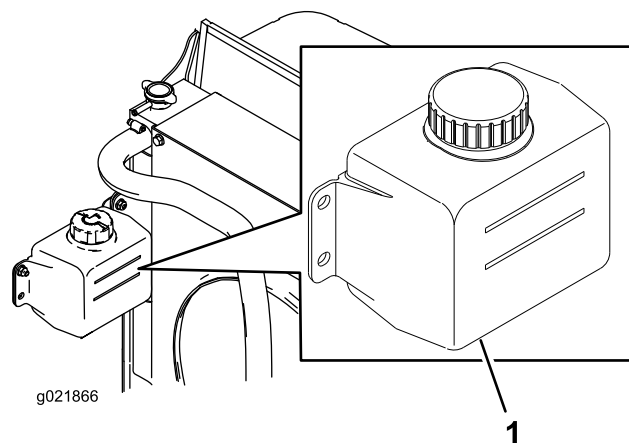

Bild 67
1. Prüfen Sie den Kühlmittelstand im Ausdehnungsgefäß (Bild 67).